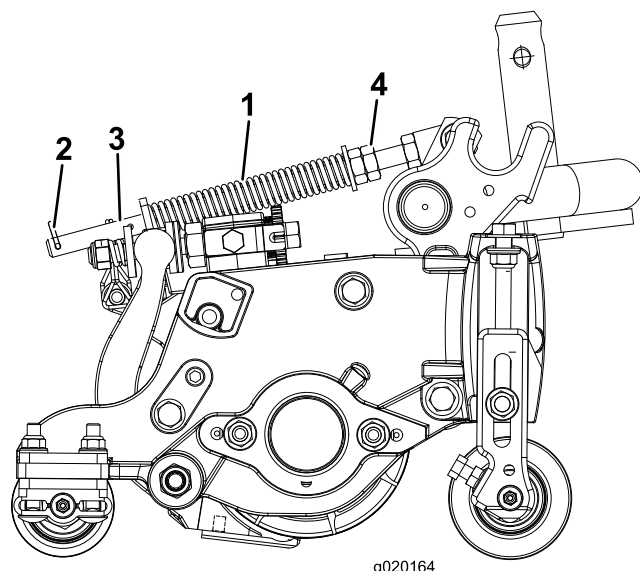

Figure 14
6. Vérifiez que la goupille fendue est insérée dans le trou de la tige de ressort (Figure 14).
7. Serrez les écrous hexagonaux sur l'extrémité avant de la tige de ressort jusqu'à ce que la longueur du ressort comprimé (Figure 14) soit égale à 12,7 cm sur les unités de coupe de 13 cm ou à 15,8 cm sur les unités de coupe de 18 cm.
Le ressort de compensation (Figure 14) transfère aussi le poids du rouleau avant au rouleau arrière. Cela évite la formation d'ondulations à la surface de la pelouse.